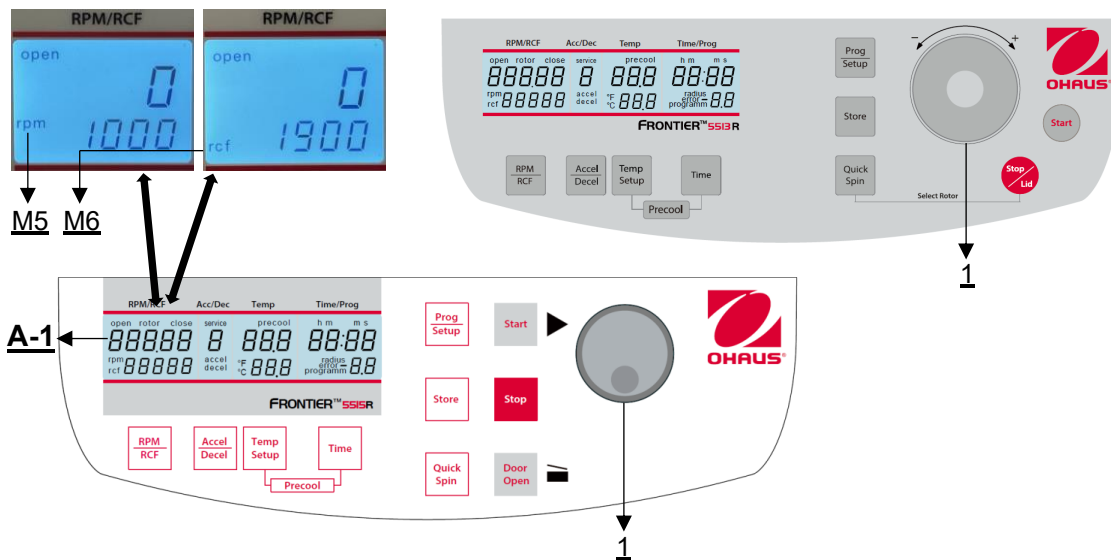

Figura 12
La preselezione viene attivata tramite il tasto **"RPM | RCF"** (3) (vedere **Figura 12**). Premendo una volta il tasto lampeggia la parola **"rpm"** (M5). Premendo due volte il tasto è possibile la preselezione delle forze centrifughe. Appare quindi la parola lampeggiante **"rcf"** (M6). È possibile impostare i valori desiderati con la manopola di regolazione/rotella (1). Sul display (A-1) il valore regolato è visualizzato in modo permanente, prima, durante e dopo la corsa.